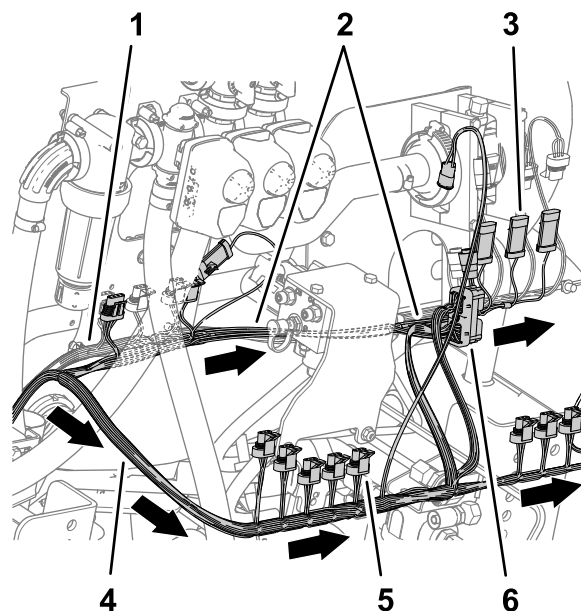

Bild 85
7. Verlegen Sie den 89-cm-Kabelbaumzweig an der Rückseite der Maschine zur Vorderseite des Hubverteilers und rechts vom Durchflussmessgerät, wie in Bild 85 abgebildet.
8. Verlegen Sie den 102-cm-Kabelbaumzweig zur Rückseite des Hubverteilers und zur rechten Seite, wie in Bild 85 abgebildet.